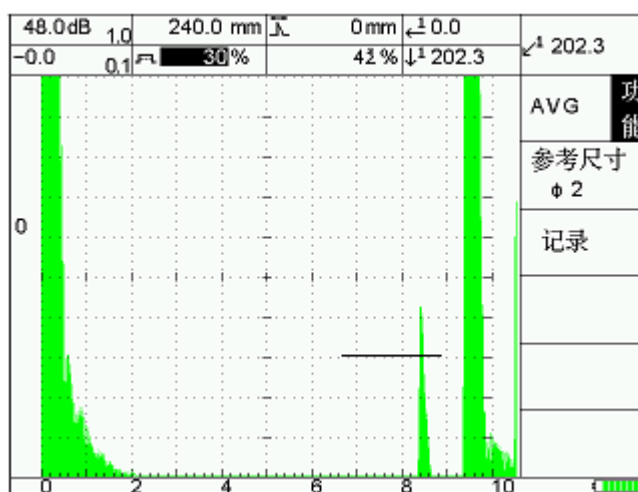
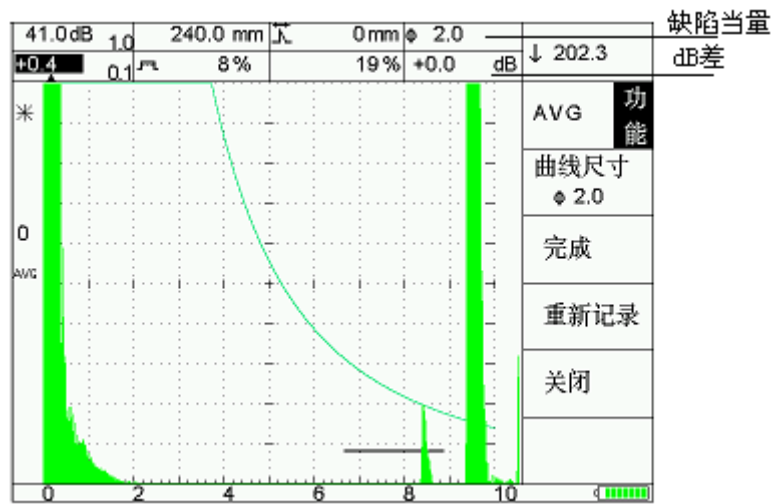

图 5-9
图 5-10
(1) 按[功能]-[C]，进入 AVG 界面（图 5-9）。
(2) 按[A]，参考尺寸反显，按【调节键】选 $\phi 2$ 。
(3) 耦合探头（2.5P20）到 200 $\phi 2$ 的平底孔试块上，找到该平底孔的最高反射波。
(4) 调节仪器的 dB 值，200 $\phi 2$ 平底孔波高 80%（ Δ dB 最好先调节到 0，平底孔波高至少 20%）
(5) 按[B]记录，进入图(图 5-10)。
(6) 选择曲线尺寸 $\phi 2$ ，按[B]完成。
(7) 用户此时可按[C]重新记录或按[D]退出。
(8) 此时屏幕显示内容（闸门内波形）：